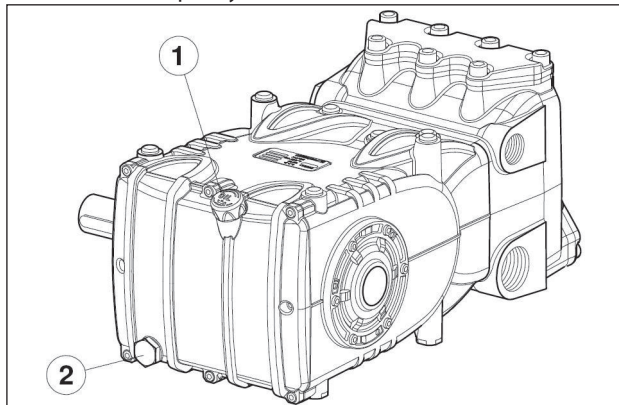

Рис. 1
Перед тем как приступить к ремонту механических компонентов, необходимо удалить масло из картера. Чтобы слить масло, необходимо снять маслосборный щуп, поз. ①, а затем пробку, поз. ②, Рис. 1.